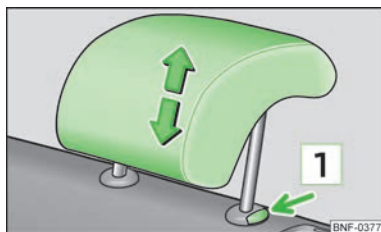

Fig. 37
- Cogér el reposacabezas por los lados con ambas manos y tirar a discreción de él hacia arriba » fig. 37.
- Pulsar y mantener pulsada la tecla de seguro 1 » fig. 37 con una mano, y con la otra mano extraer el reposacabezas.